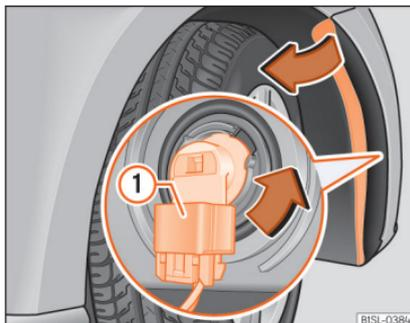

Abb. 51 Glühlampe im Scheinwerfer auswechseln.
- Anschlussstecker »» **Abb. 51** **1** entriegeln und abziehen.
- Lampenhalter »» **Abb. 51** in Pfeilrichtung **entgegen dem Uhrzeigersinn** bis zum Anschlag drehen und mit der Glühlampe nach hinten herausziehen.